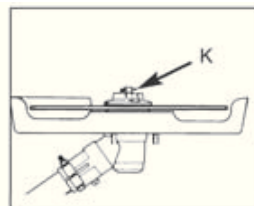

Рис. 7Д
2. Удалите три винта (Н). Удалите юбку (А). Используйте спицу (В), чтобы предотвратить поворот юбки при снятии триммерной головки (вращайте ПО ЧАСОВОЙ СТРЕЛКЕ) (рис. 7Б).